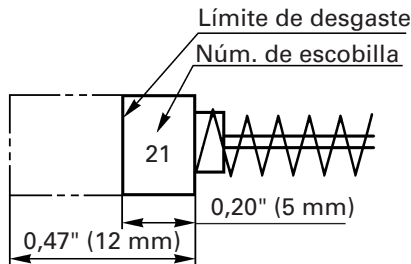

Fig. 10
4. Inspeccionar los escobillas de carb3n (Fig. 10)
**NOTA:** Utilice las escobillas HITACHI N3m. 21 indicadas en la Fig. 10.